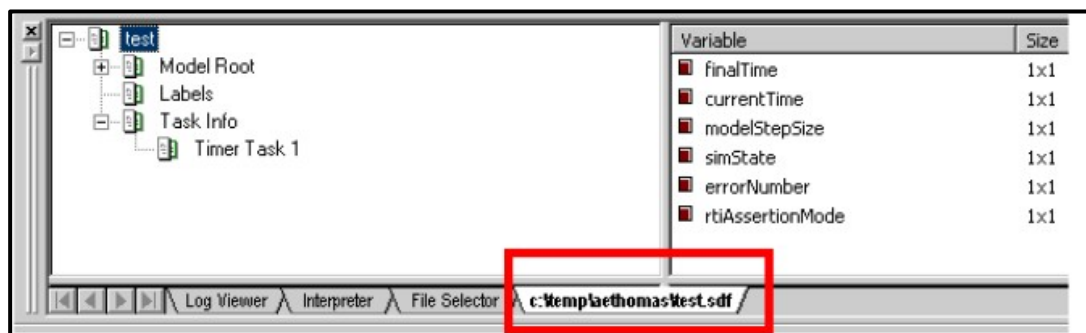

Fig. 2.15: Ubicacion del archivo con extensión *.sdf* en la venta "Tool Window".
4. Verificar que se encuentre en la parte del inferior, en la ventana "Tool Window" el archivo de extensión *.sdf* creado una vez realizada la construcción del modelo. Pues es de suma importancia para poder realizar el monitoreo, control y grabado de las variables deseadas, ya que si no está creado correctamente no se podrán mostrar esas variables como se muestra en la Fig. 2.15: